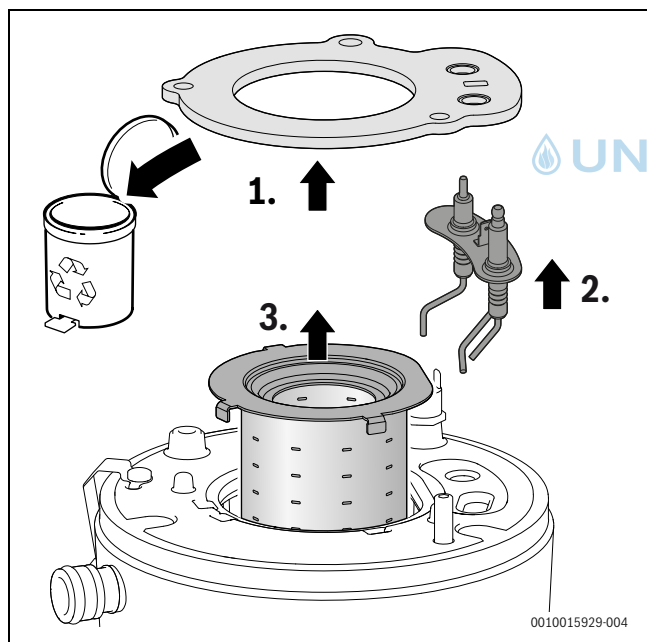

Bild 16 Brenner herausnehmen
- Dichtung abnehmen und entsorgen (→ Bild 16, [1]).
- Elektroden-Set abnehmen (→ Bild 16, [2]).
- Brenner herausnehmen (→ Bild 16, [3]).